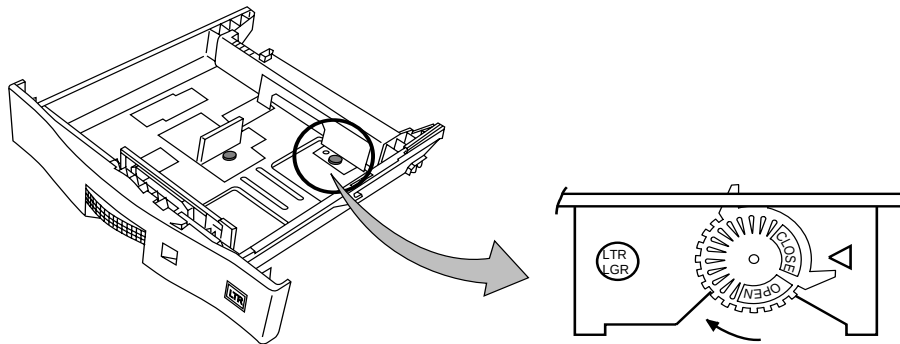

Figura 3-6 Dispositivo di bloccaggio
2. Girare in senso antiorario le rondelle di bloccaggio blu presenti su ciascuna guida della carta fino alla posizione APERTO (OPEN). Vedere la Figura 3-6.